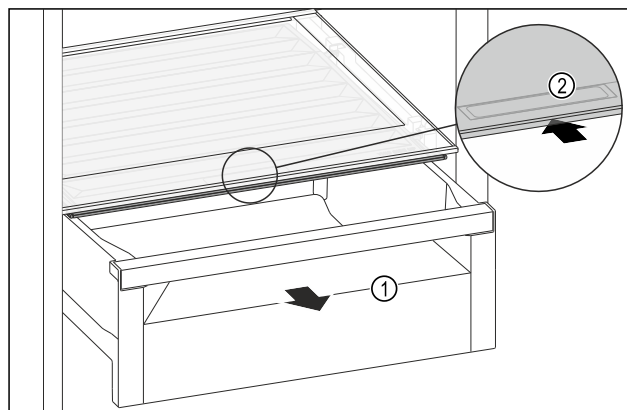

Fig. 125
- ▶ Zásuvku Fig. 125 (1) vytáhněte.
- ▶ Uchopte prohlubeň pro rukojeť Fig. 125 (2) na víku zásuvky a současně zasuňte víko zásuvky směrem dozadu.